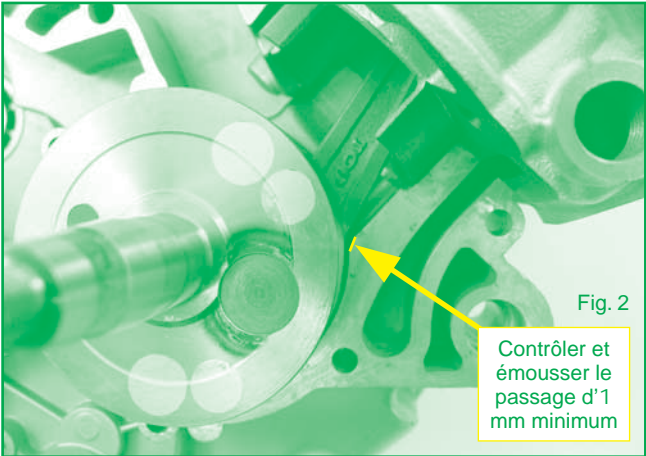

Fig. 2
3. Émousser les deux carters comme indiqué dans la Fig. 2, afin de permettre une ouverture de passage (distance entre bielle et carters) d'au moins 1 mm.